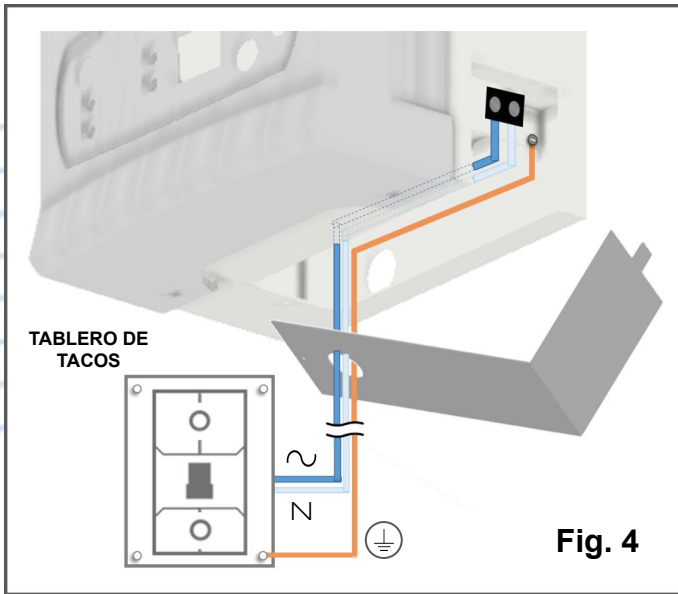

Fig. 4
- 1) Instale hasta el calentador dos líneas de alambre o cable 7 hilos cobre **calibre No.10** (ver Nota 2 Pag 11) THHN 90°C (Fig.4). Una para la fase viva y otra para el Neutro. El cable 7 hilos debe ser entorchado fuertemente con pinzas o en su defecto ser estañado en las puntas para asegurar un apriete firme en la regleta bornera de conexión eléctrica. Nunca utilice cable multifilar sin terminales y/o especificado para temperaturas o corrientes menores. Se recomienda dejar al menos 15 cm de cable remanente dentro del equipo.